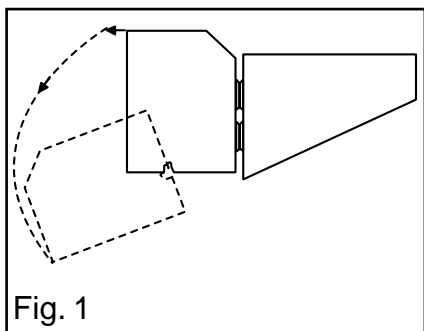

Fig. 1
1. Koblingsboksens lokk åpnes ved at man griper over lokkets tverssider, trekker det rett ut fra ovnen og vipper bakover (fig. 1). Lokket kan nå hektes løs fra koblingsboksen.